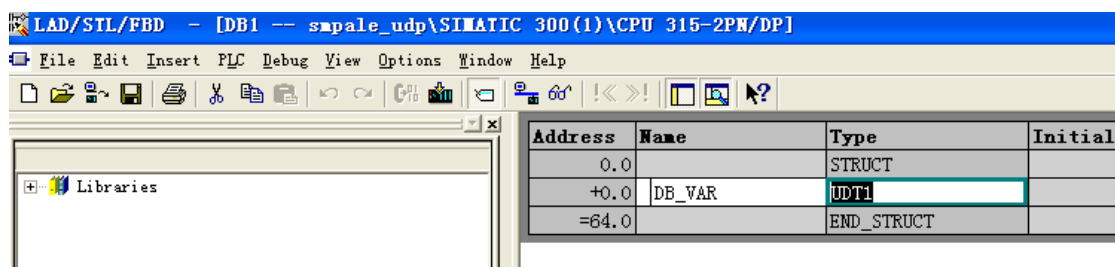

图 2.2.2
(2)、将新建的 DB 块命名为 DB1，双击打开，添加一个新的变量 DB_VAR,变量类型为 UDT1。如图 2.2.2 所示。按照相同的方法新建一个 DB2，在 DB2 中添加一个变量 DB_VAR，类型为 UDT2。